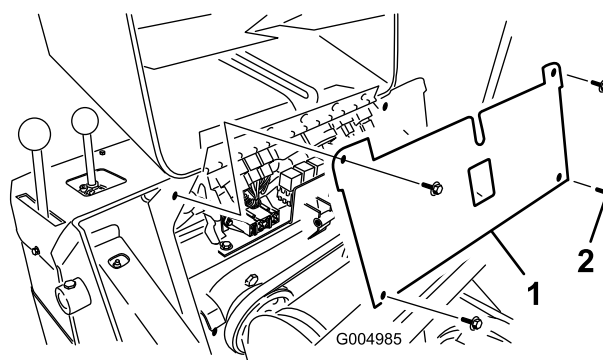

Figura 35
4. Retire los 4 tornillos que sujetan el panel de fusibles, luego tire del panel hacia fuera y hacia arriba para retirarlo (Figura 35).